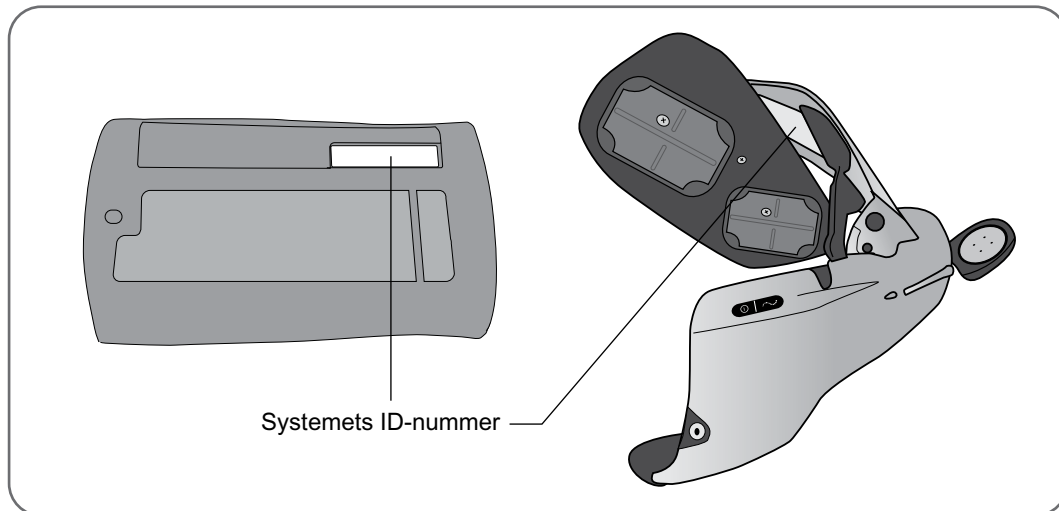

Bild 12-2: Placering av systemets ID-nummer
4. Leta reda på systemets ID-nummer (t.ex. A334) på den befintliga systemkomponenten. Systemets ID-nummer finns på styrenhetens baksida och under ortosens extensorvinge. Se bild 12-2.